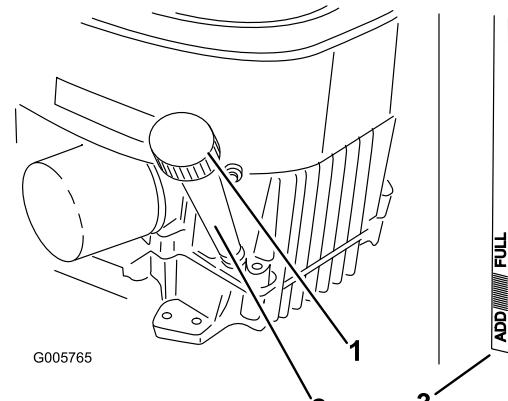

Figura 25
3. Limpie alrededor de la varilla de nivel de aceite (Figura 25) para impedir que caiga suciedad por el orificio de llenado y cause daños en el motor.
4. Desenrosque la varilla de aceite y límpie el extremo (Figura 25).